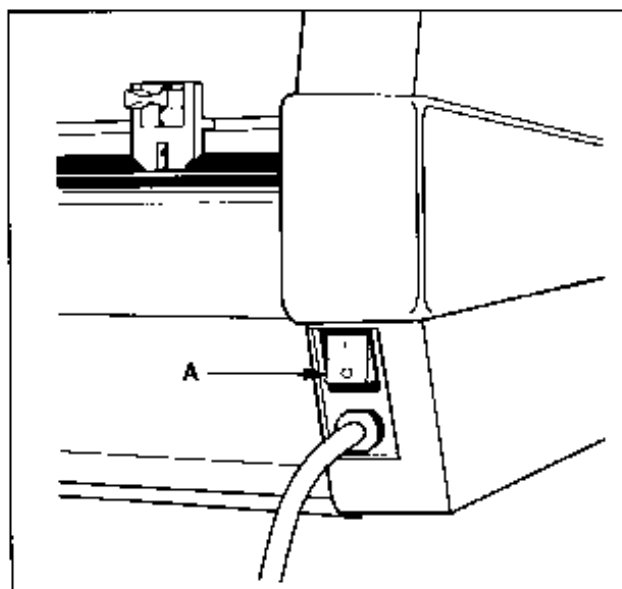

Fig. 1
A. POWER SWITCH: Located at the back right of the machine applies power to the laminator. The "POWER" lamp will illuminate when position marked "I" is pushed. The off position marked "O" removes power from the laminator (Figure 1).
A. HAUPTSCHALTER (Abb. 1): An der Rückseite des Gerätes. Das LCD-Display leuchtet auf, wenn die Einstellung "I" gewählt wird. Die "O" ("AUS")-Einstellung "O" schaltet die Stromversorgung ab.
A. NETSCHAKELAAR: Deze bevindt zich aan de achterzijde van het apparaat en wordt gebruikt om de laminator in en uit te schakelen. Het verkleiderlampje "POWER" licht op als de voedingspanning is ingeschakeld (stand "I"). Het apparaat wordt uitgeschakeld door de netschakelaar in de "uit"-positie ("O") te zetten (zie afb. 1).
A. INTERRUPTEUR MARCHÉ/ARRÊT (POWER): situé au dos et à droite de l'équipement. Le voyant "Marche" s'allume lorsque l'interrupteur est positionné sur "I". Pour arrêter la plastifieuse, positionnez l'interrupteur sur "O" (figure 1).